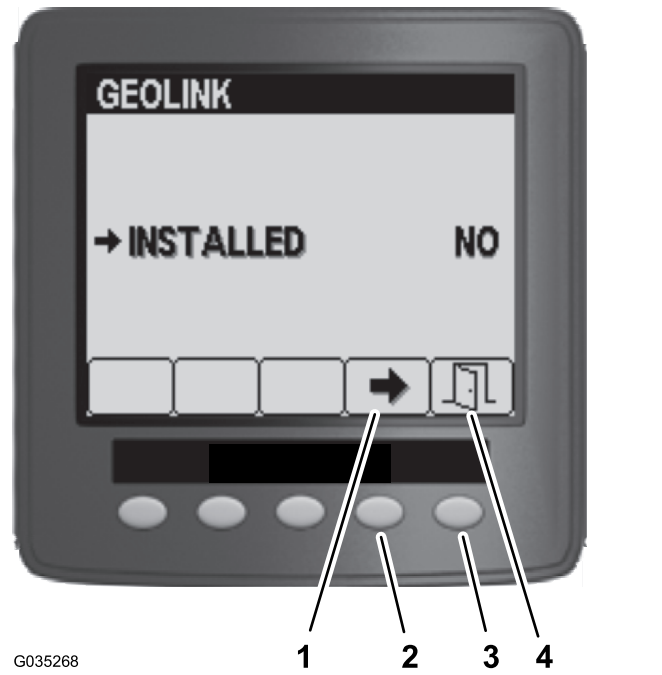

图102
5. 在 GeoLink 菜单上。按 4 号按钮选择 No 选项然后按 5 号按钮保存您的设置并退出菜单图102。